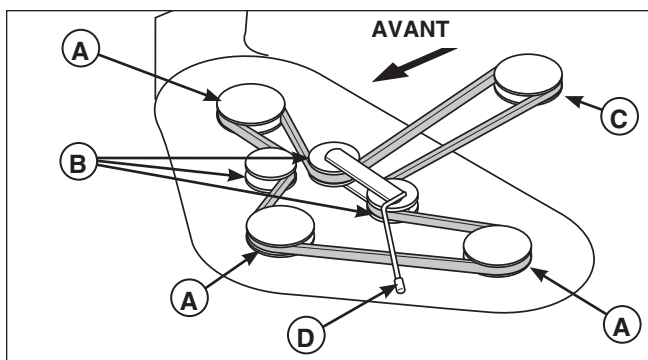
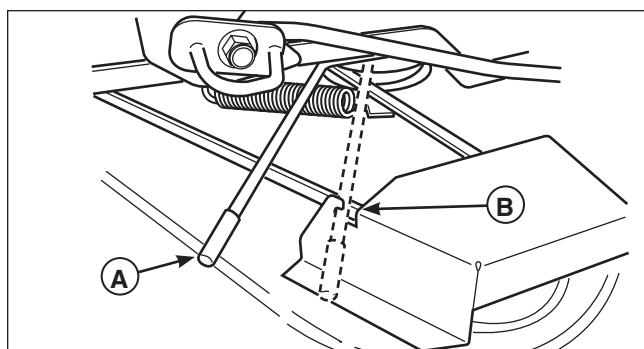

Figure 10. Passage de la courroie de la tondeuse
Figure 11. Pour relâcher la tension de la courroie
3. Tirer le levier (A, Figure 11) vers l'arrière de la machine pour relâcher la tension sur la courroie de la tondeuse. Bien ancrer le levier dans l'échancrure du carter de protection (B) et enlever la courroie de la tondeuse de la poulie de la prise de force (C, Figure 10).
7. Soulever l'avant du pont en utilisant une pièce de bois de 2 x 4 comme levier, tirer la poignée (G) pour aligner les extrémités de la tige de support avant (H) avec les fentes et bien fixer avec les verrous de tige avant (A & B).
8. Installer la courroie comme indiqué à la Figure 10.
9. Relâcher la tension de la poulie folle de réglage de la tension en utilisant le levier de tension de courroie (A, Figure 11) et en s'assurant que la courroie est bien posée dans toutes les poulies.